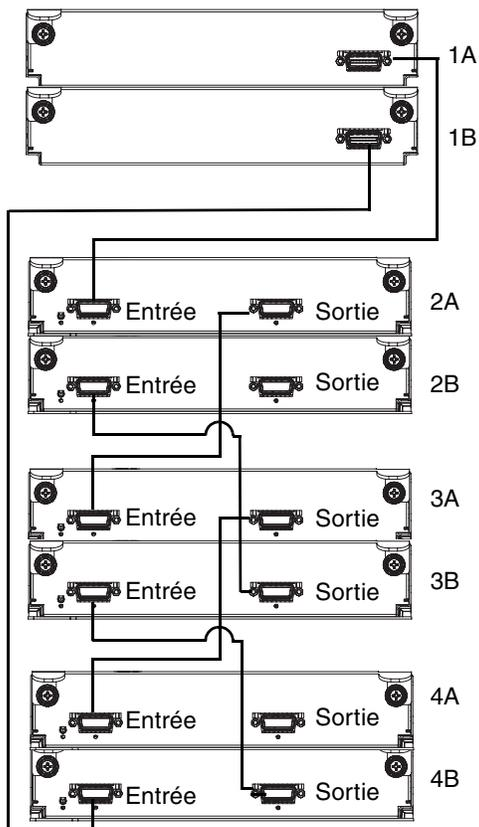

Figure 3 Connexions de câblage entre un boîtier à des contrôleurs et jusqu'à trois boîtiers 12 disques MSA2000 3,5 pouces
Lors de la connexion de plusieurs boîtier pour lecteurs, le câblage inverse permet de garantir le niveau le plus élevé de tolérance aux pannes. Les contrôleurs et les modules E/S (d'extension) sont identifiés par <enclosure-ID><controller-ID>. Par exemple, la Figure 3 illustre le contrôleur 1A connecté au module E/S 2A, et la suite de la chaîne de connexions. Le contrôleur 1B est connecté au module inférieur (B) du dernier boîtier pour lecteur de la chaîne, avec un déplacement des connexions dans le sens opposé.